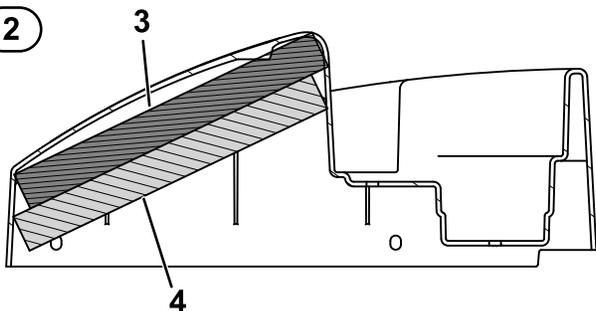

図 16
図 16は、カバーにウレタン部材を取り付けた状態の上面と断面側面を示す。
7. 上側ブレーキカバー用ウレタン部材に、下側ブレーキカバー用ウレタン部材を貼り付ける 図 15 と 図 16。